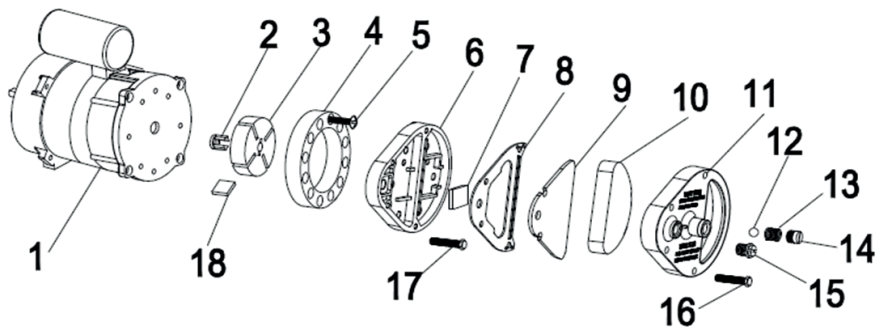

Figure 3
Nettoyez les filtres à air. Retirez le cache d'extrémité du filtre (11), lavez le filtre d'admission d'air (10) avec un détergent doux et séchez-le soigneusement avant de le remettre en place. Remplacez le filtre d'alimentation en air (9) une fois par an (fig. 3)